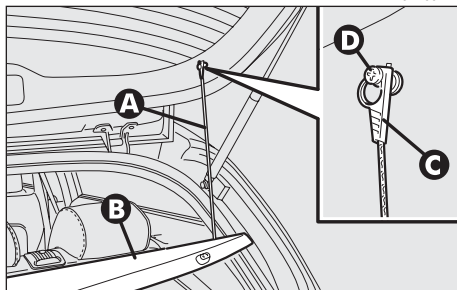

fig. 20
— suelte los extremos de los dos tirantes (A-fig. 20) de fijación de la repisa posterior (B) sacando los ojales (C) de los pernos (D);